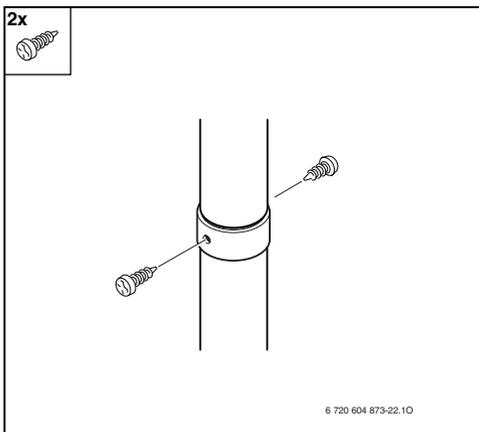

Рис. 32
► Закрепите соединение винтами из комплекта поставки (Рис. 32).